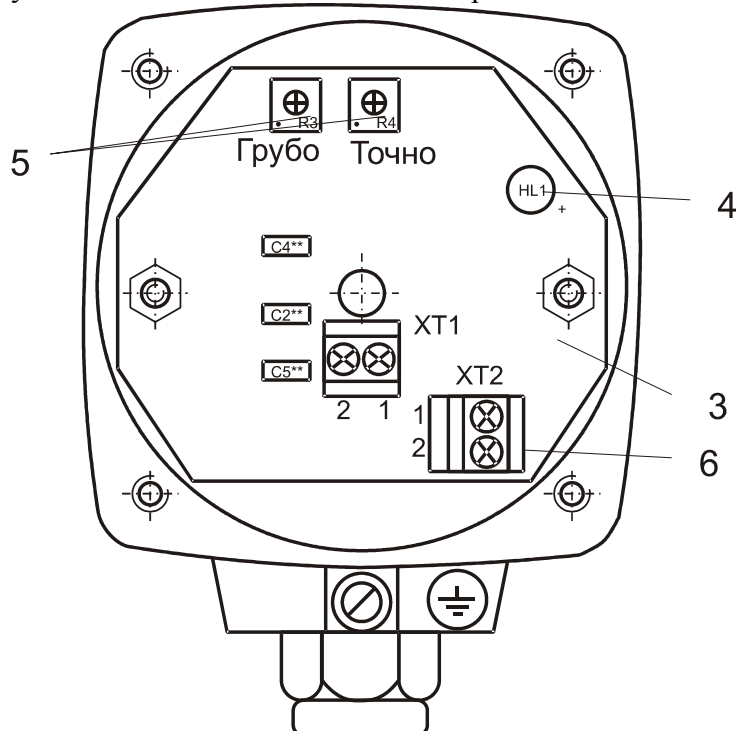

Рисунок 13 - Датчик ЕС со снятой крышкой
3.3 Датчики (рисунки 2 ... 7) состоят из чувствительного элемента 1 различных конструктивных исполнений и корпуса 2 с крышкой. На корпусе закреплен кабельный ввод 8 и имеется зажим для наружного заземления 9 (зажим ЗВ-С-4x12 ГОСТ-21130-75). Внутри корпуса (рисунок 13) расположен электронный модуль 3 с установленными на нем регулировочными элементами 5, светодиодом 4 – индикатором срабатывания датчика и клеммным блоком 6 для подключения ко вторичному преобразователю.